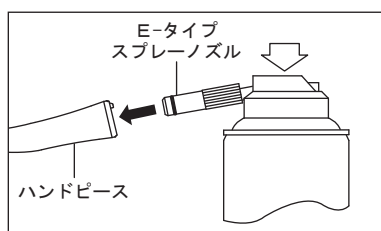

図9
- 2) スプレーノズルをハンドピース後部へ挿し込み、ハンドピースを押さえて、ハンドピース先端よりオイルが出るまで2~3秒のスプレーを2~3回繰り返します。注油は先端から異物等の汚れが出なくなるまで繰り返し行います(図9)。
- 3) 最後に、パナスプレープラス(図9)または弊社製自動注油システムによる注油を行います。